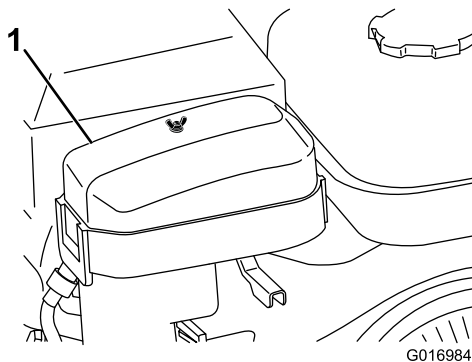

Figure 24
2. Enlevez l'écrou à oreilles qui fixe le couvercle du filtre à air et déposez le couvercle (Figure 24).